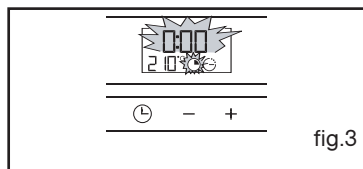

fig.3
Ajustez le réglage de l'heure avec les touches + et - (fig.3).
Il vous est cependant possible d'ajuster la température en actionnant la manette de sélection de température vers + ou - (fig.3)
Exemple : 30 min de cuisson (fig.3).
- l'indicateur de durée de cuisson et 0:00 clignotent (fig.3).
Après avoir réglé la luminosité de votre choix, attendez quelques secondes et remettez votre programmeur à l'heure du jour (fig.3).
Ramenez le sélecteur de fonctions sur la position 0. (fig.3).